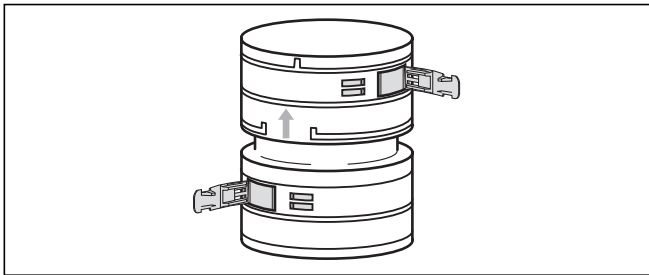
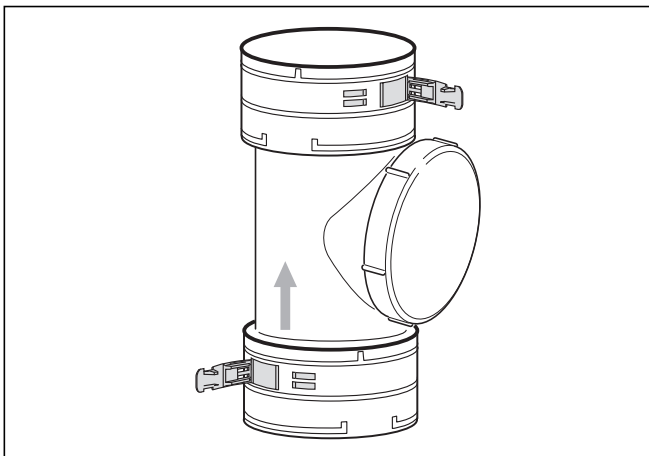

Abb. 5.46 Verbindungselement
Abb. 5.47 Reinigungselement
- Montieren Sie bei Bedarf zuerst Verbindungs- und Reinigungselemente (siehe Abb. 5.46 und 5.47).
Anstatt die Gesamtlänge der flexiblen Abgasleitung mit einem einzigen Stück zu überwinden, können Sie mehrere Teilstücke einsetzen und diese mit Verbindungselementen (Art.-Nr. 303512, Abb. 5.46) oder einem Reinigungselement (Art.-Nr. 303511, Abb. 5.47) verbinden.